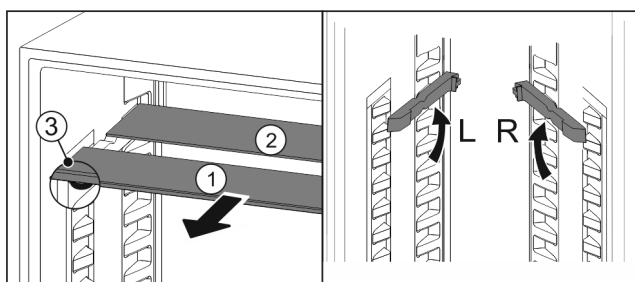

Fig. 110
- ▶ Skleněné desky jednotlivě vytáhněte dopředu Fig. 110 (1).
- ▶ Skleněná deska Fig. 110 (1) s ozdobnou lištou leží vpředu.
- ▶ Zárážky Fig. 110 (3) směřují dolů.